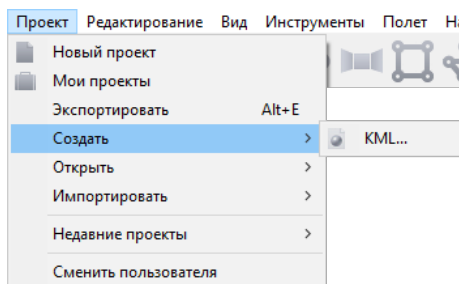

Рис. 28: Запуск создания KML
1. Для создания файла KML откройте пункт главного меню **Проект > Создать > KML..** (рис. 28).